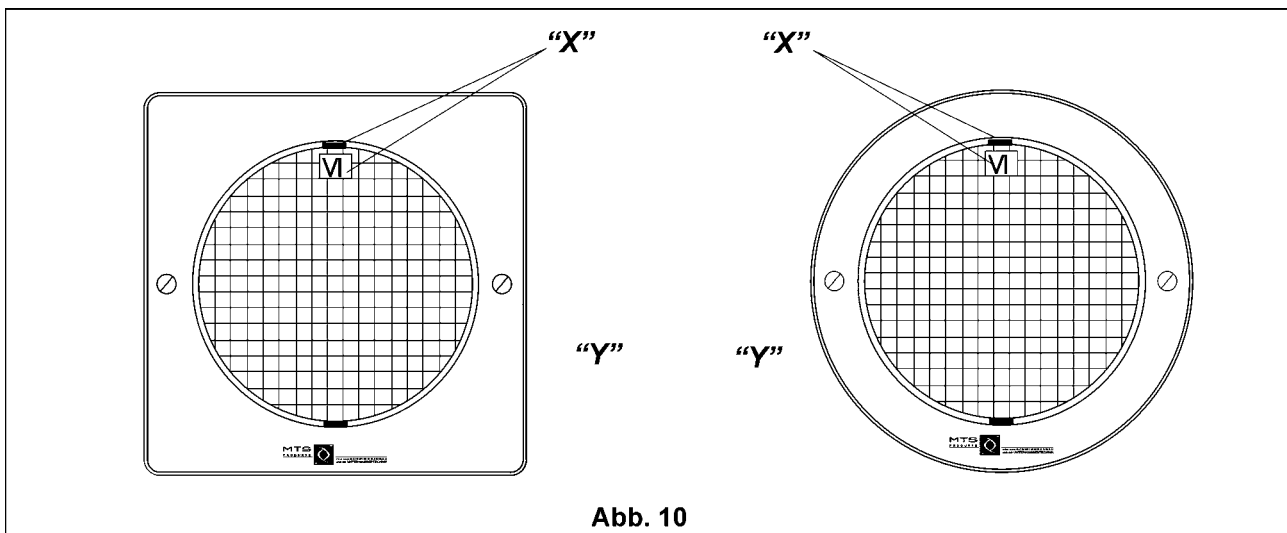

Abb. 10
- Zur Befestigung der Blende bei öffentlichen Schwimmbecken verwenden Sie bitte zwei selbstschneidende Schrauben DIN 7981 V4A 4,8x16 (alte Ausführung DIN 7985 V4A M6x25) außen am Einbautopf. Auf der Rückseite der Blende befinden es sich zwei Markierungen, bohren Sie an diesen Stellen je eine Bohrung mit 5 mm Durchmesser. (siehe Abb. 10-Markierung „Y“)
- Mit einem Schraubendreher kippen Sie den Edelstahlspannbügel (1) von der Elektroanschlusskappe (2). Vor Ihnen liegt jetzt die Lampe (4) mit zwei Elektroanschlüssen (6).
- Lösen Sie die beiden Anschlussschrauben (S) und entnehmen Sie die defekte Lampe. Auf die neue Lampe setzen Sie **zuerst den O-Ring (3)**, dann befestigen Sie mit zwei Schrauben die Kabelanschlüsse an der Lampe.
- Verwenden Sie gegen evtl. Lockerung der Schraubanschlüsse die beiliegenden Zahnscheiben (Z). Der empfohlene Drehmoment für die Schrauben beträgt 1,3 Nm \pm 0,3 Nm. Achten Sie auf den **korrekten Sitz** der Lampe in der Blende (5). (Abb. 10)
- **Bei Lampenwechsel achten Sie bitte auf den zwischen den beiden Schraubanschlüssen befindlichen Einspritzpunkt (E). Dieser darf nicht beschädigt werden – bei Beschädigung wird die Lampe unbrauchbar!**